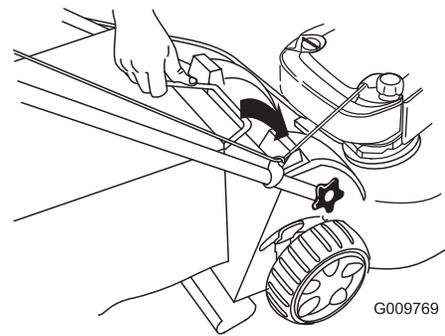

Figure 30
3. Insérez la poignée du bac à herbe dans les rainures en haut de la machine (Figure 30).